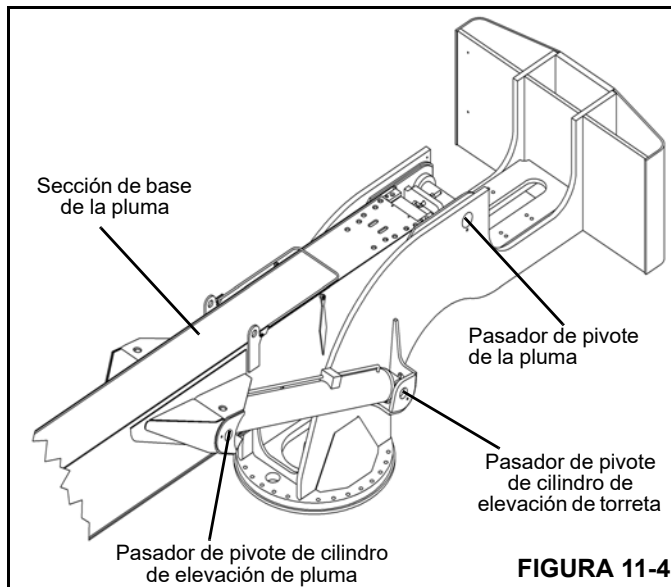

FIGURA 11-4
7. Retire el retenedor y pasador de pivote de cilindro de elevación de pluma de la sección de base (Figura 11-4).
11. Con un dispositivo de levante conectado a la pluma, elévela hasta quitar el peso del pasador de pivote de la pluma. Retire el retenedor y pasador de pivote de la pluma (Figura 11-4) y eleve la pluma para retirarla de la torreta.